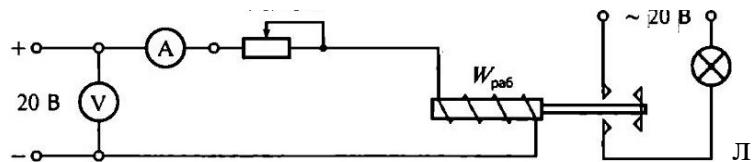

Рис. 11.2. Схема ЭЦ для испытаний электромагнитного устройства
3.3. Собрать ЭЦ в соответствии с рис. 11.2. Ручку «Рег. IW» установить в крайнее положение по часовой стрелке (соответствует минимальному значению тока). После проверки схемы преподавателем включить питание стенда, при этом должны загореться соответствующие сигнальные лампы, показанные на рис. П. 3 приложения.